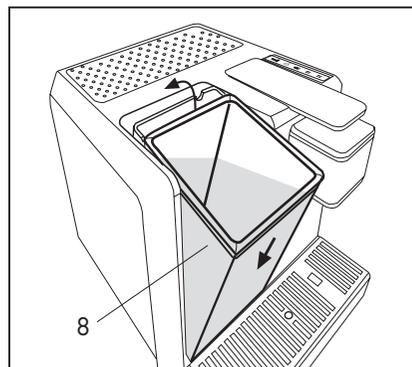

Fig. 3
- Reinscrivere il serbatoio inclinandolo leggermente e appoggiandolo sulla valvola dell'acqua. Premere la parte superiore nella macchina fino a sentire uno scatto. Onde evitare fuoriuscite d'acqua, controllare che il serbatoio sia fissato. (Fig.3)